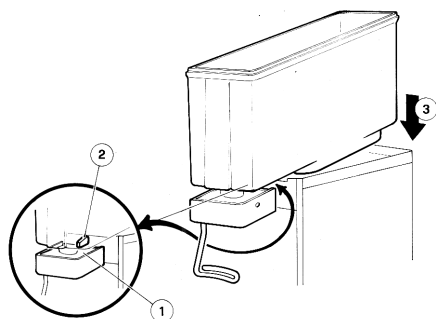

figure 8
JOLLY 5/2 - 5/3 - 5/4: s'assurer que le corps du robinet (1) soit au-dessous de la griffe (2) en saillie du plan égouttoir (voir figure 8).